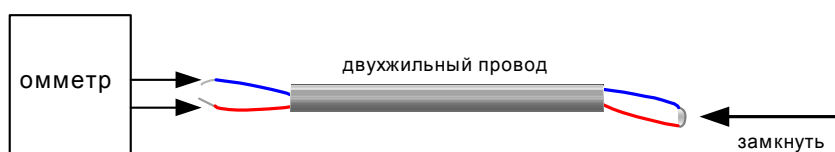

Рис. 2 Измерение допустимого сопротивления проводов.
*Допустимое сопротивление – суммарное сопротивление обоих проводов кабеля. Методика измерения допустимого сопротивления проводов показана на рис. 2.